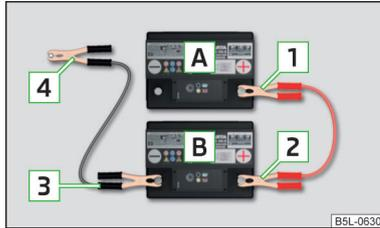

Abb. 205
- Die Klemme **1** am Pluspol der entladenen Batterie **A** » Abb. 205 befestigen.